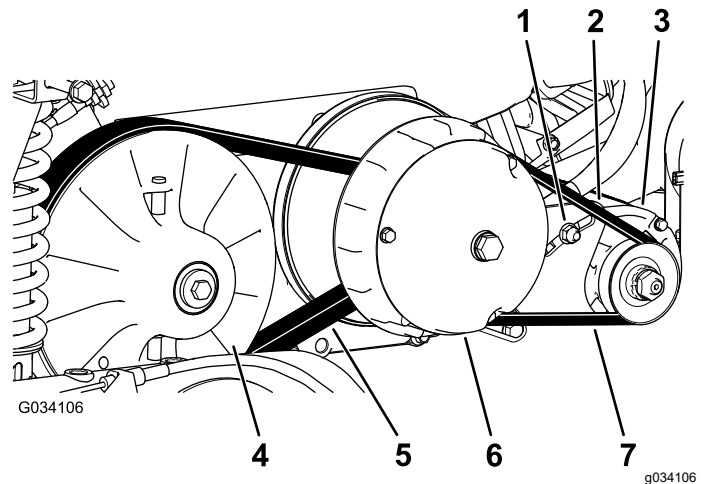

Figura 68
6. Haga girar la correa e inspecciónela (Figura 68) para asegurarse de que no está excesivamente desgastada o dañada.
3. Haga girar la correa y llévela sobre el embrague secundario (Figura 68).
4. Retire la correa del embrague primario (Figura 68).
5. Coloque la correa nueva sobre el embrague primario (Figura 68).
6. Haga girar la correa y llévela sobre el embrague secundario (Figura 68).
2. Afloje la tuerca del pivote del generador de arranque (Figura 68).
4. Aplique presión descendente sobre la palanca para hacer girar el motor de arranque hacia abajo en la ranura, hasta que la tensión de la correa sólo permita una desviación de 6 mm ($\frac{1}{4}$ ") con una fuerza de 44 N·m (10 pies-libra) (Figura 68).
5. Apriete la tuerca del pivote a mano y retire la palanca (Figura 68).